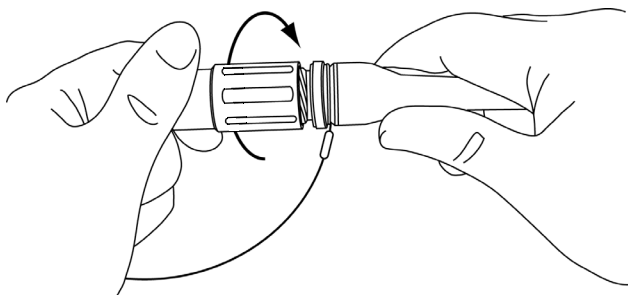

Figura 12: Atașarea capului pentru imersie la conectorul cablului
- Răsuciți capacul pe conector (consultați Figura 12).